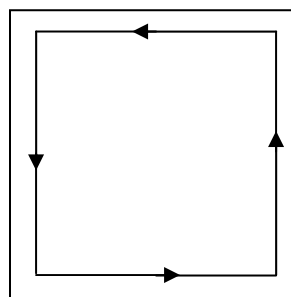

Figure 3. Orientation lors du dernier passage
- Plier à nouveau le chiffon en deux, poussière recueillie vers l'intérieur, et essuyer les coins et contours intérieurs du gabarit (Figure 3).